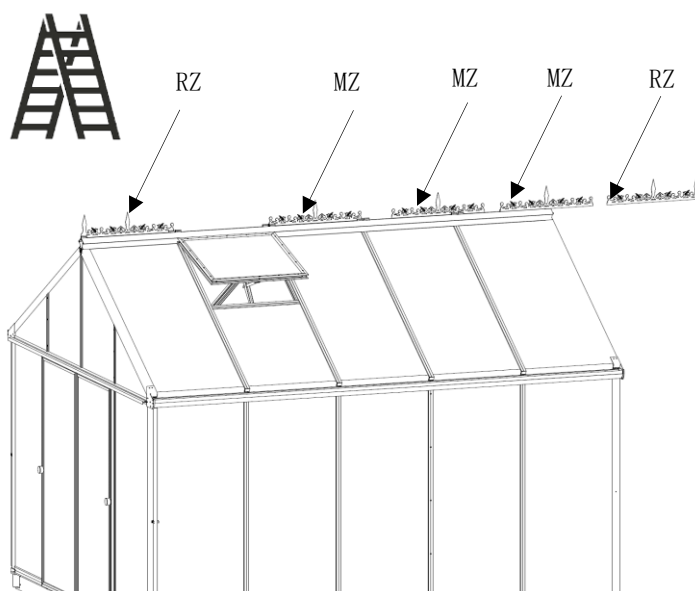

fig. 89
- finally, insert a decorative edge element (**item RZ**). (*fig. 89*)